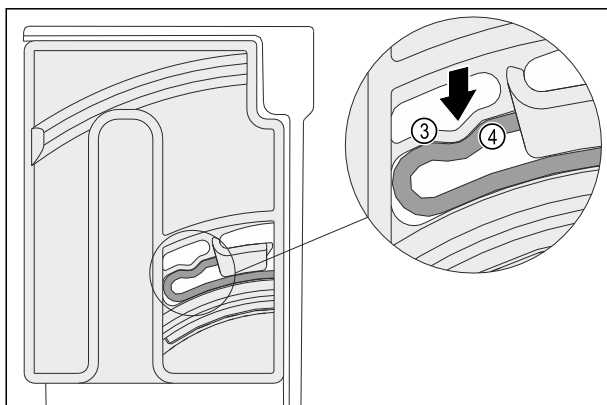

Fig. 121
- Еластичний елемент Fig. 121 (3) поворотного модуля зафіксується з характерним звуком у заокругленні ребра Fig. 121 (4).